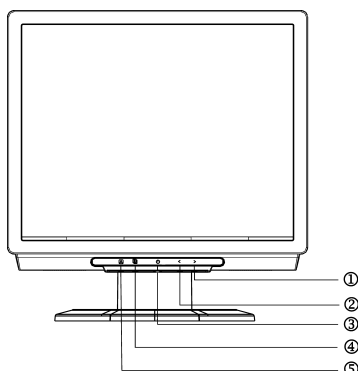

Figura 3 Tasti di controllo esterni
3. afferrare con le mani il lato destro e sinistro dello schermo e girarlo di 90 gradi in senso orario, , come illustrato nella Figura 3.
Premere il tasto di alimentazione per accendere e spegnere il monitor. Gli altri pulsanti di controllo sono nella parte anteriore del monitor (vedere la figura 3). Cambiando queste impostazioni l'immagine può essere regolata secondo le vostre esigenze personali.